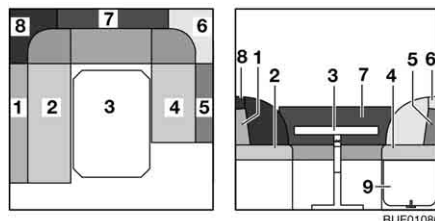

Fig. 97 Prima della trasformazione
- Trasformare il tavolo (Fig. 97,3) in struttura di supporto letto (vedi paragrafo 6.11).
- Sbloccare la prolunga del cassone letto (Fig. 97,9) e ribaltarla verso l'alto.